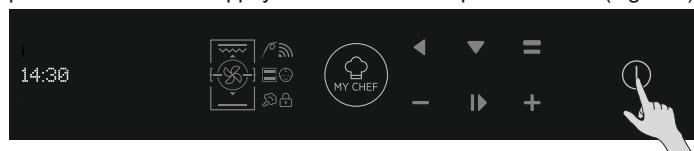

Figure 3
- La première fois, vous devrez suivre un processus d'installation pour pouvoir utiliser le four. Appuyez sur Marche/Arrêt pour continuer. (Figure 3)